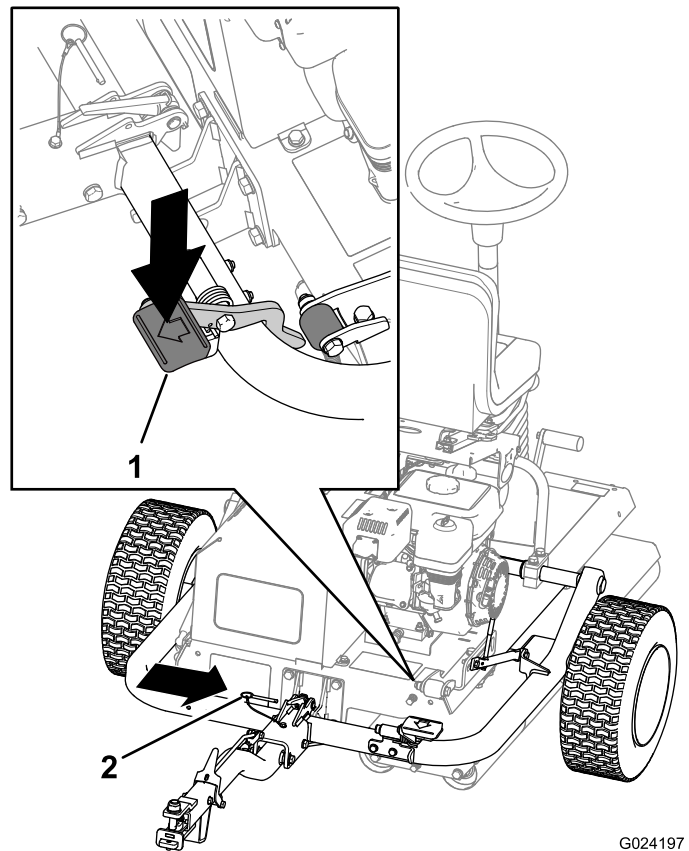

图27
C. 踩到挂钩踏板上，直到挂钩锁入就位（图27）。
D. 插入锁定销（图27）。